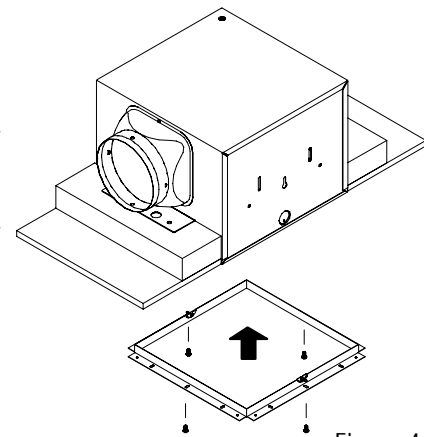

Figure 4
- La bride de montage du plafond est fixée au carter à l'aide de 2 vis sur le côté du carter, et au plafond fini en utilisant des vis pour mur sec (fig. 4).